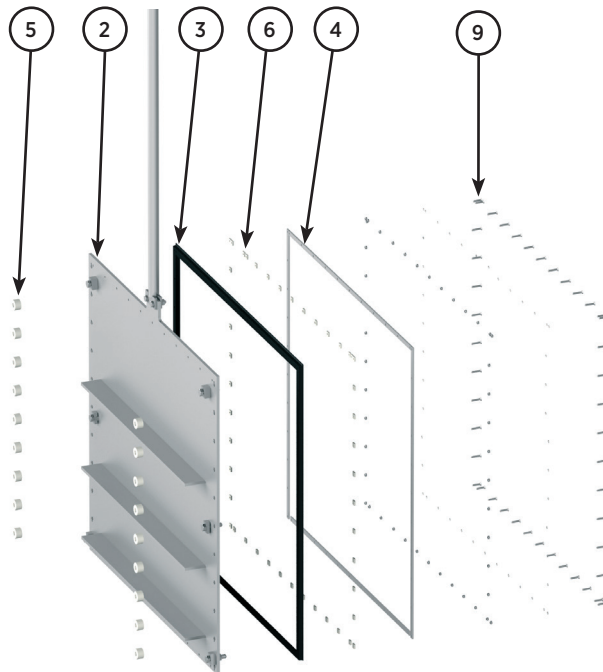

Fig. 7
**SUBSTITUIÇÃO DA JUNTA DE FECHO (Fig. 7)**
2. Retirar o cortador (2) completo do corpo para facilitar a substituição da junta.
3. Soltar e extrair os parafusos (9) que prendem os flanges (4) e a junta (3).
4. Retirar os flanges (6) e, por último, a junta deteriorada (3); limpar o seu alojamento.
5. Colocar uma junta nova (3) impregnada de vaselina e com as mesmas dimensões da junta que foi retirada.
6. Voltar a colocar os flanges (6) fixando a junta (3). É importante que as juntas laterais e a junta inferior sobressaiam cinco milímetros da parte inferior do cortador (2), para poder realizar o fecho inferior correctamente. Verificar se estão bem montadas e aparafusá-las.